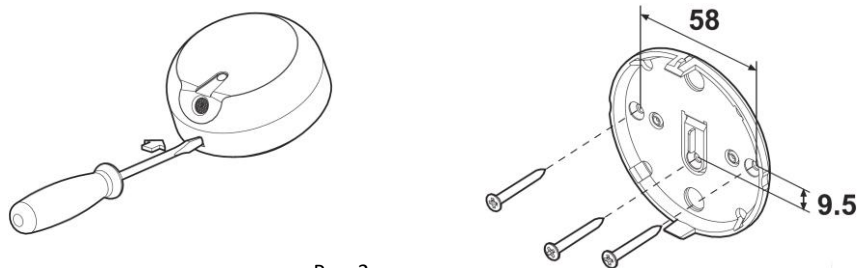

Рис. 2
Извещатель конструктивно выполнен в виде одного блока (рис. 1) и состоит из основания с зацепами печатной платы с элементами и крышки с защитной сеткой микрофона. Крышка извещателя снимается вместе с платой, для этого необходимо вставить отвертку в паз крышки и нажать на зацеп (рис.2).
- Открыть крышку извещателя (рис.1, рис.2) и извлечь основную батарею.